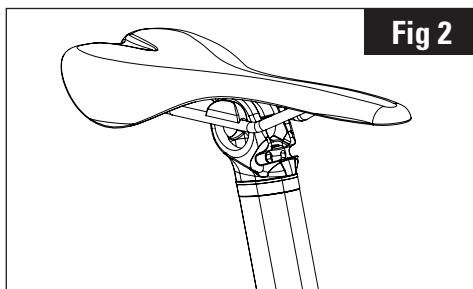

Fig 2
2. Obere Befestigung einführen - Typ (10a) mit Markierung gem. Abb. 5.1 bei einer Sattelstütze mit Rundschienen  $\varnothing 7$ mm, und Typ (10b) mit Markierung gem. Abb. 5.2 bei einer Sattelstütze mit ovalen Schienen. (Abb.2)